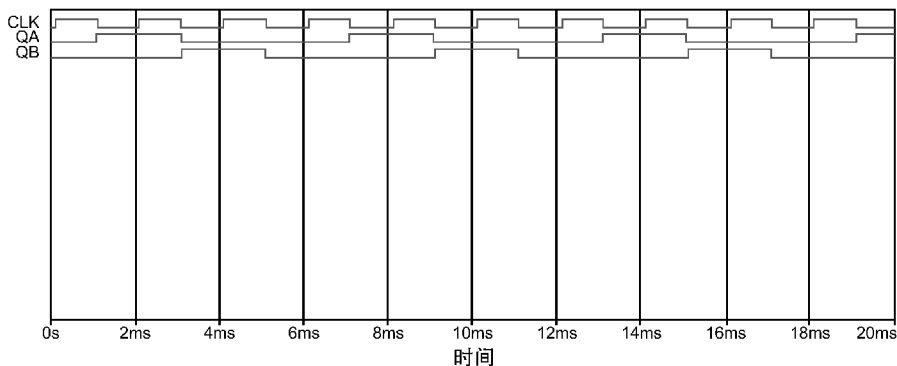

图 22.26 计数器电路输出波形
26. 在 QA 和 QB 网络节点放置电压探针，运行电路仿真。电路输出波形如图 22.26 所示